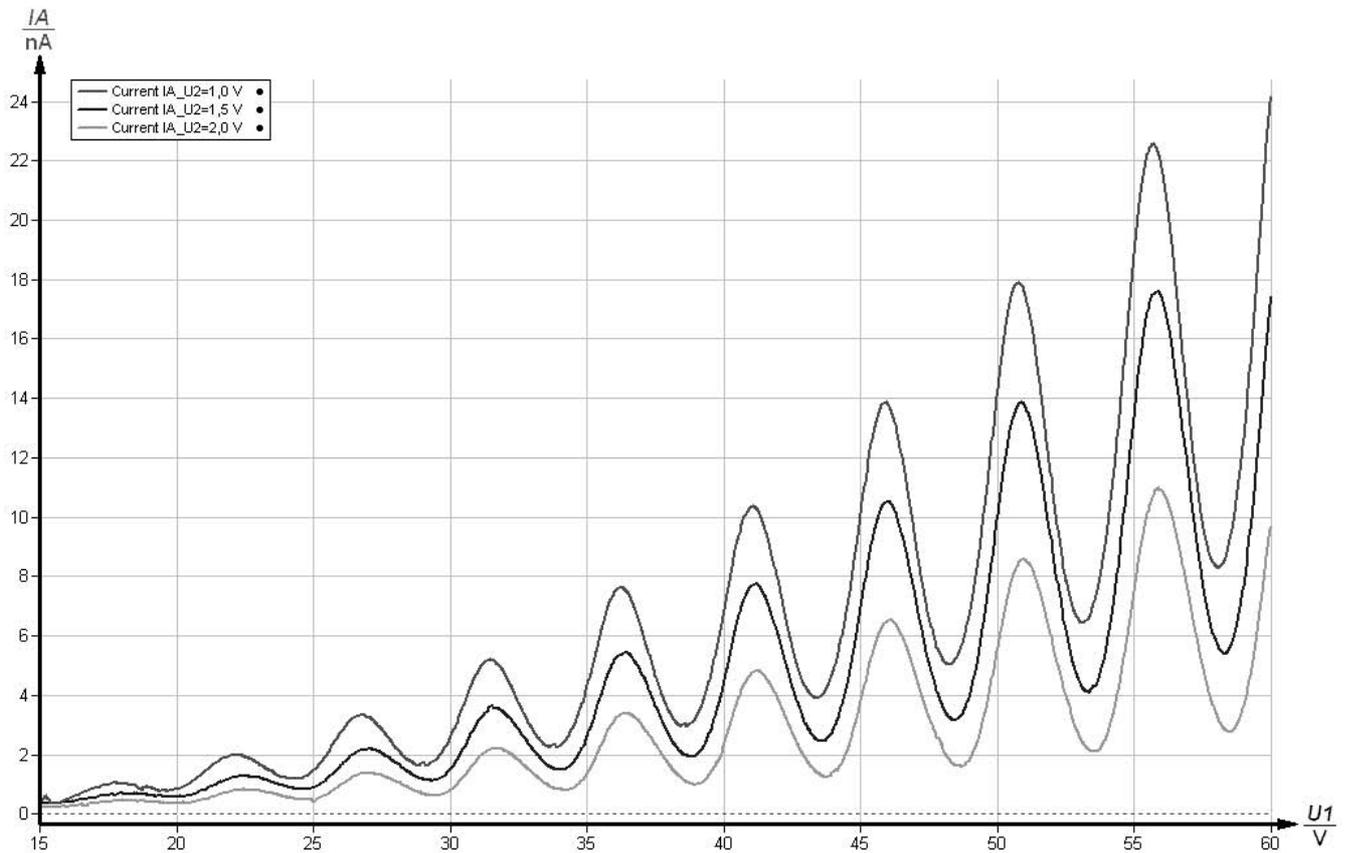

Abb.: 9 Franck-Hertz-Kurve für Hg-Röhre für unterschiedliche Gegenspannungen U_2
C) Die Software erlaubt sowohl automatisch als auch manuell die Beschleunigungsspannung durchzufahren. Die Abbildung 9 zeigt drei Kurven, die bei unterschiedlichen Gegenspannungen U_2 ($= 1\text{ V}$; $1,5\text{ V}$; 2 V) aufgezeichnet wurden.